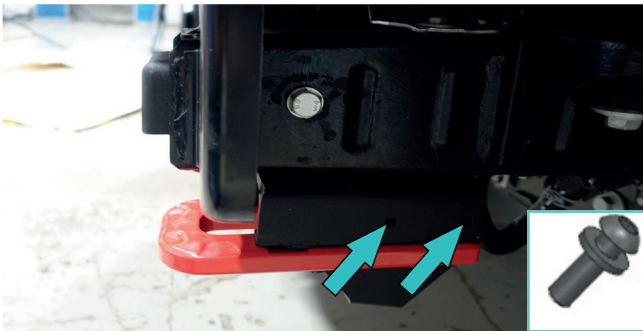

Fig.26
26. Install накладку петель (item 30) using screws M6x20, washer 6 (item D, R) (fig.26).